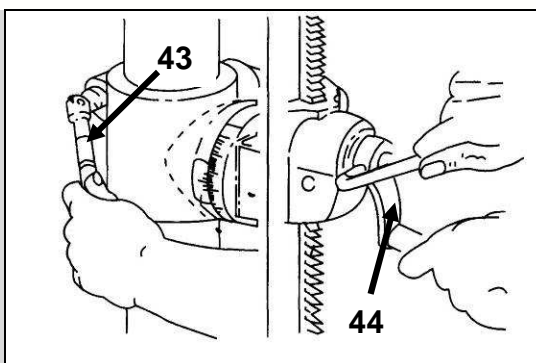

Fig 12
- Vissez la poignée de blocage du support de bras (43) (Fig 12).
- Montez la manivelle de crémaillère (44), puis fixez-la avec la vis sans tête M6x10 (Fig 12) : la vis doit serrer sur le plat de l'axe de la manivelle.
- Desserrez la poignée (43), tournez la manivelle (44) pour vérifier le bon fonctionnement de l'ensemble, puis resserrez la poignée.